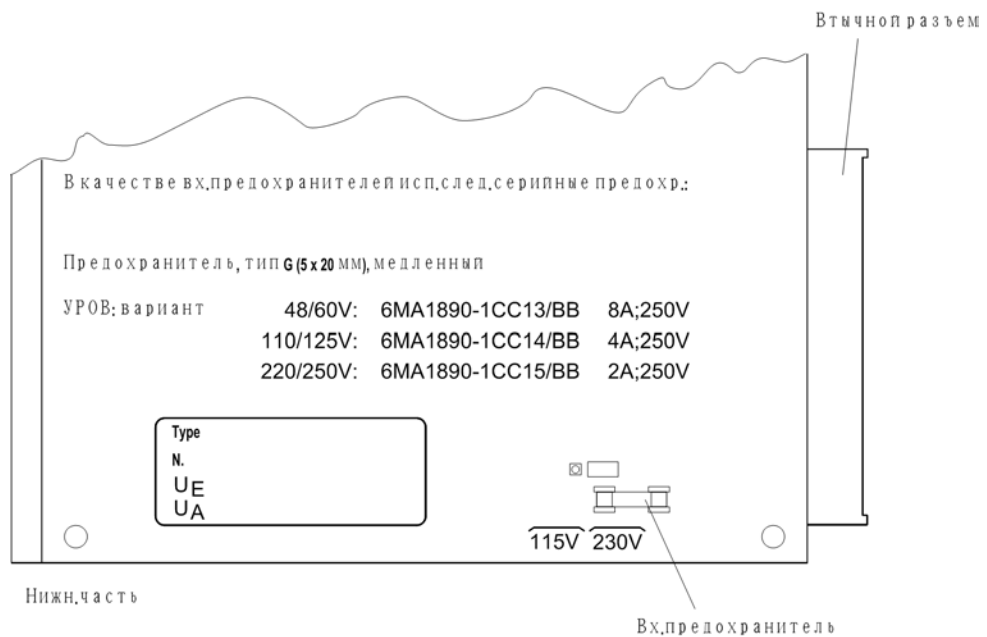
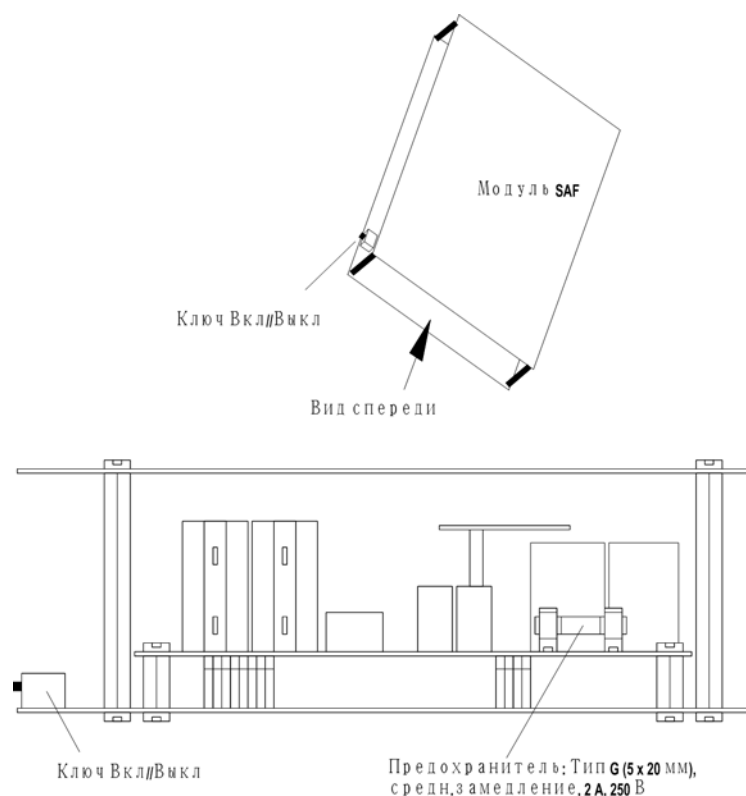

рис. 8-8 Расположение плавких предохранителей в модуле питания (SV) центрального терминала
рис. 8-9 Расположение плавких предохранителей в модуле питания (SAF) терминала присоединения 7SS523
Расположение предохранителей показано для центрального терминала - см. рис. 8-8, стр. 334, для терминала присоединения - см. рис. 8-9, стр. 335 или рис. А-11, стр. 384.
- Замените неисправный предохранитель. Размещение предохранителя показывает рис. 8-8, стр. 334.
- После установки передней панели, включите устройство. Если индикация неисправности питания сохраняется, то вероятно возникло повреждение или КЗ внутри модуля питания. Модуль питания (SV) должен быть отослан на завод-изготовитель.
- Замените неисправный предохранитель. Размещение предохранителя: см. рис. 8-9, стр. 335 или рис. А-11, стр. 384.